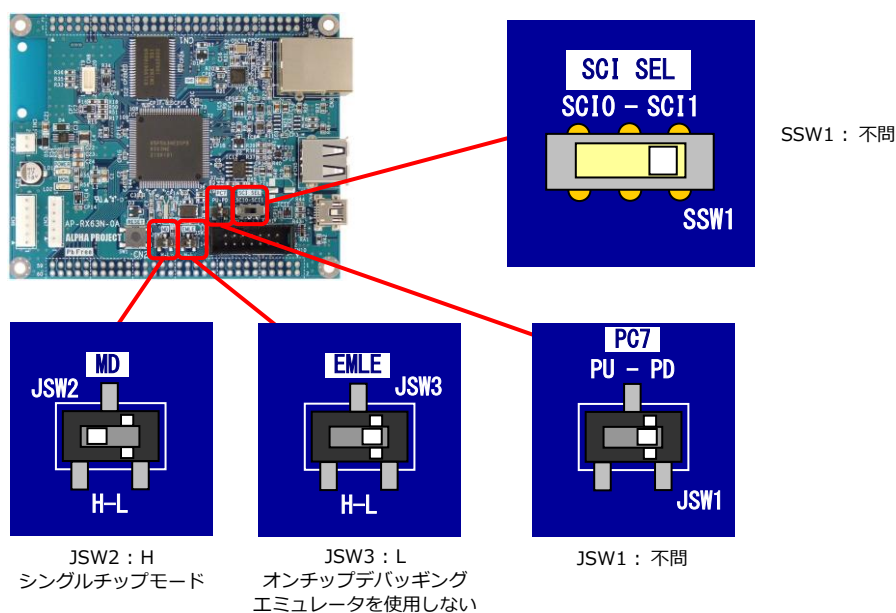

Fig 3.1-3 プログラムを動作させる場合の設定
- ⑮ 「Fig 3.1-3 プログラムを動作させる場合の設定」の③を参考に AP-RX63N-0A の設定を変更し、再度電源を投入して、1 秒周期で LED が点滅することを確認します。